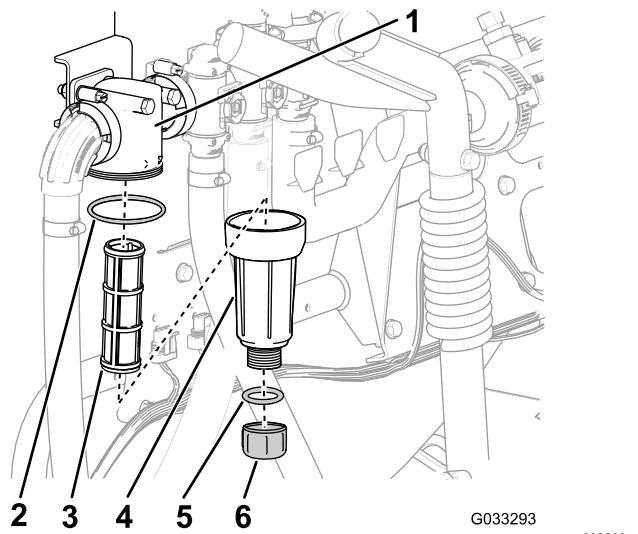

Bild 60
3. Drehen Sie die Ablassschraube nach links und nehmen sie von der Glocke des Druckfilters ab (Bild 60).
4. Drehen Sie die Glocke nach links und nehmen sie vom Filterkopf ab (Bild 60).
5. Entfernen Sie den alten Druckfilttereinsatz (Bild 60).
6. Überprüfen Sie den O-Ring für die Ablassschraube (in der Glocke) und den O-Ring für die Glocke (im Filterkopf) auf Beschädigungen und Abnutzung (Bild 60).
7. Setzen Sie den neuen Druckfilttereinsatz in den Filterkopf ein (Bild 60).
8. Befestigen Sie die Glocke am Filterkopf und ziehen sie mit der Hand an (Bild 60).
9. Setzen Sie die Schraube in die Schale ein und ziehen Sie sie mit der Hand fest (Bild 60).
2. Stellen Sie eine Auffangwanne unter den Druckfilter (Bild 60).